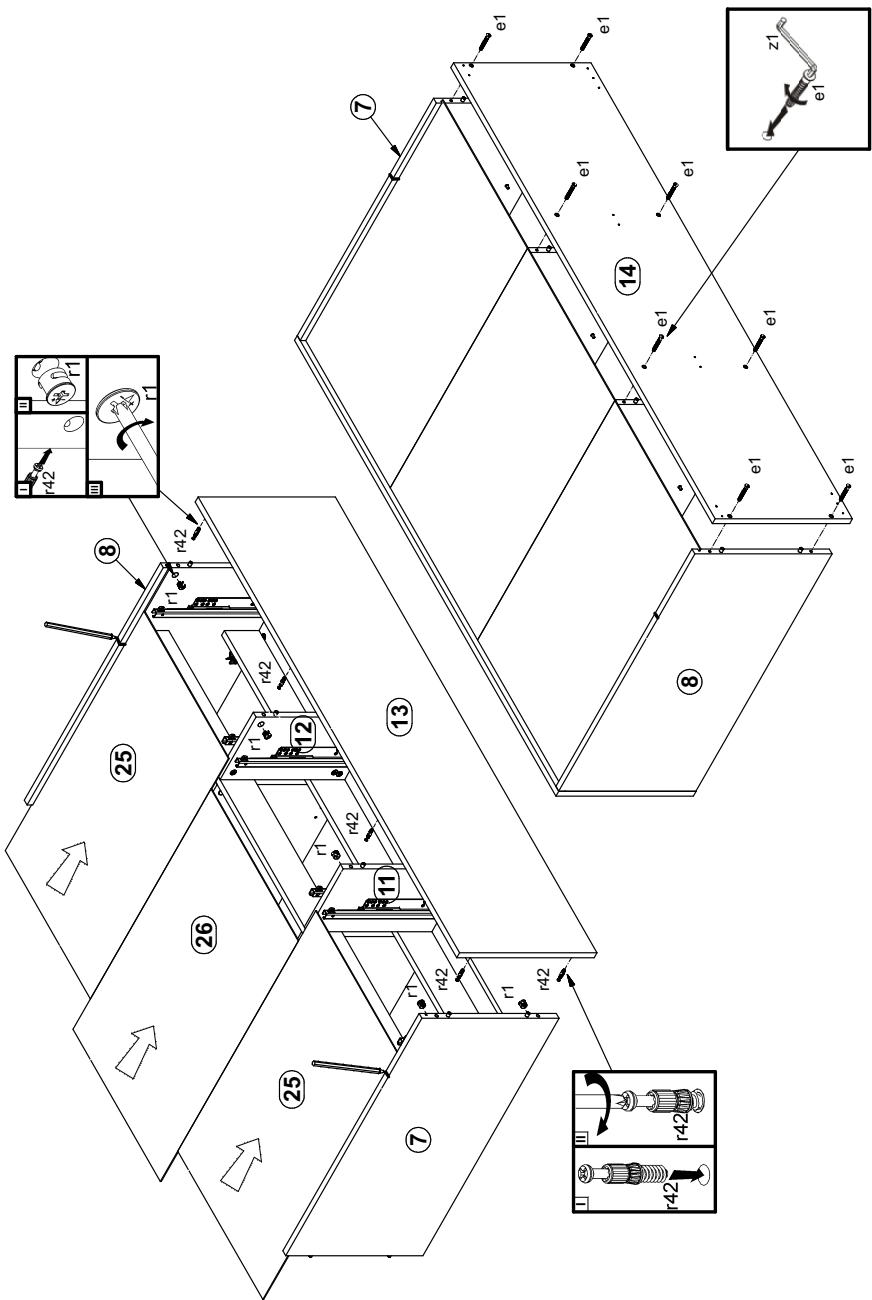

Рисунок 4
2. В отверстия $\varnothing 8$ мм на верхних кромках стенок средних **9, 10 (см. рис. 4)** вбить деревянные шканты **f6**.
8. В отверстия $\varnothing 5$ мм на внутренних поверхностях стенок **7, 8 (см. рис. 2)**, на нижней поверхности щита **13 (см. рис. 4)** вкрутить винты стяжки **r42**.
9. В отверстия $\varnothing 15$ мм на нижних поверхностях цоколей **17 (см. рис. 2)**, на задней поверхности планки **22 (см.рис. 2)**, на боковых поверхностях стенок **7, 8 (см. рис. 4)** вставить стяжки эксцентрикковые **r1**.
13. В пазы деталей **7, 8, 13** вставить стенки задние **25, 26 (см. рис. 4)**.
14. Присоединить щит **14** к стенкам **7, 8, 9, 10** затянуть конформаты **e1**, пользуясь ключом **z1 (см. рис. 4)**.